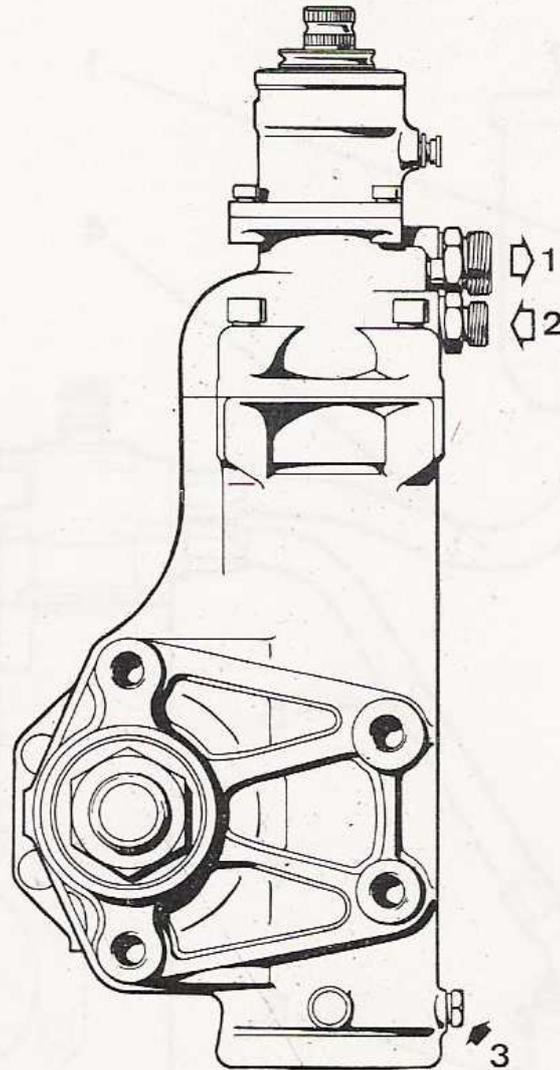

Fig. 10.3. - Servodirección hidráulica
- b) Sacar el tapón de drenaje (fig. 10.3) de la caja inferior de la servodirección, girar el volante a la izquierda hasta la posición de tope. Poner en marcha el motor y dejarlo funcionar como mínimo 10 segundos, hasta que el aceite sea vaciado del depósito y bomba. Parar el motor y girar el volante desde tope a tope, hasta que todo el aceite sea vaciado. Limpiar exteriormente el depósito. Sacar el elemento filtrante usado. Aceitar el soporte del filtro y montar un nuevo filtro.